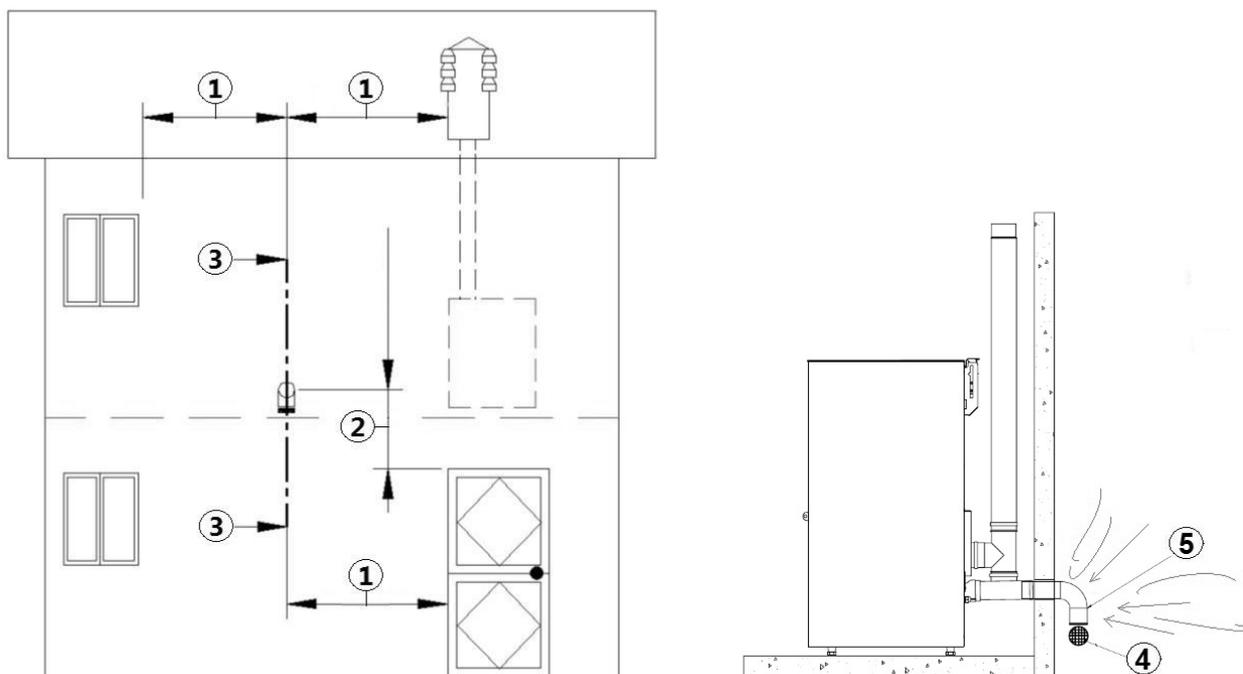

Fig. 10 - Presa d'aria per installazione a camera stagna
LEGENDA	Fig. 10
- Sulla parete esterna è necessario installare una curva a 90° per proteggere l'afflusso dell'aria comburente dagli effetti del vento: rivolgere l'imbocco della curva verso il basso, vedi **Fig. 10**.